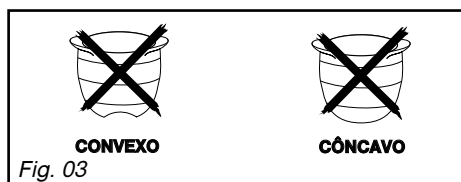

Fig. 03
– Não utilize recipientes de fundo côncavo ou convexo sem o suporte adequado (Fig. 03).